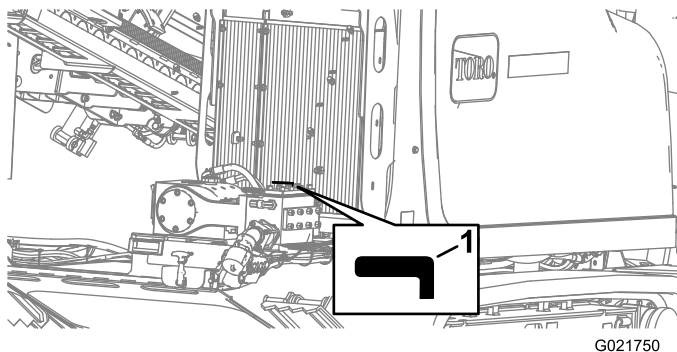

**Figure 156**
4. Tournez la vanne du fluide de forage en position fermée (Figure 156).